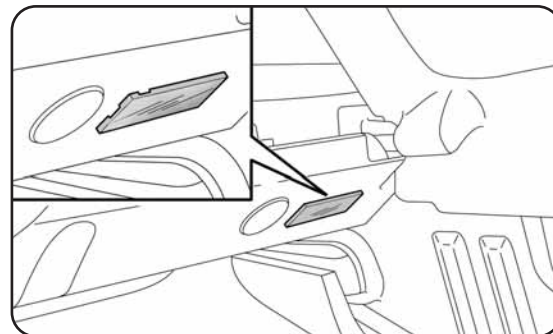

fig. 40
**PLAFONNIER DU COFFRE A BAGAGES fig. 40**